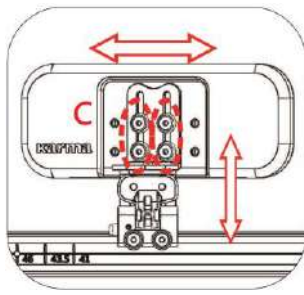

Figura 5-134
- Use una llave Allen número 4 para aflojar los tornillos C. el soporte lateral de cadera puede moverse arriba/abajo. (Figura 5-134). Vuelva a apretar los tornillos.
- A la hora de hacer ajustes en la almohadilla del soporte lateral de cadera, diversos orificios brindan una gran gama de posibles combinaciones. Use una llave Allen número 4 para quitar los tornillos C. Mueva la almohadilla adelante/atrás. (Figura 5-134). Vuelva a apretar los tornillos.